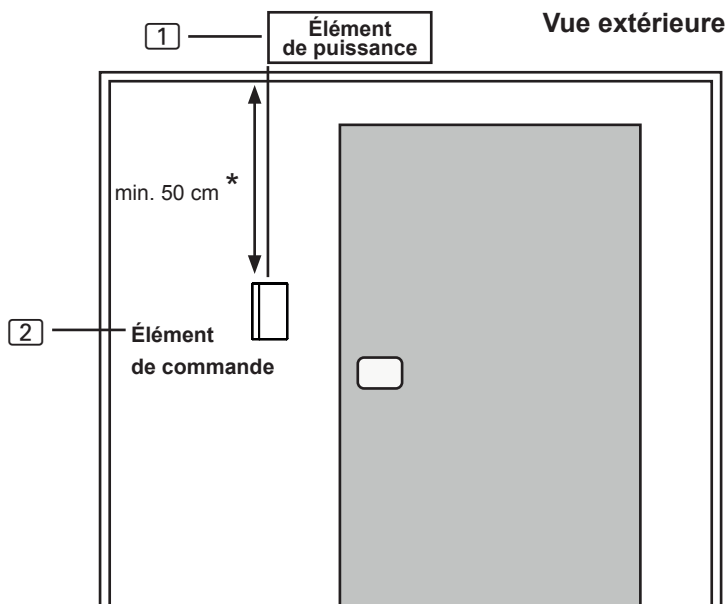

Fig. 4 Position de l'élément de commande
L'élément de commande [2] est monté sur la paroi de la cabine à une distance maximale de 10 mètres de l'élément de puissance [1] (voir **Fig. 4**).
* Lors du montage dans la cabine de sauna, respectez une distance d'au moins 50 cm par rapport au plafond de la cabine (voir **Fig. 4**).